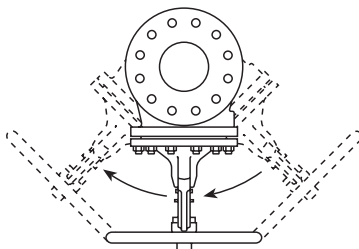

Abb. 4
- 3.3** Einbau mit Pfeil in Durchflussrichtung, der auf dem Gehäuse angebracht ist. Bevorzugte Position ist mit senkrecht stehender Spindel. Das Ventil kann senkrecht und waagrecht installiert werden (siehe Abb. 4).